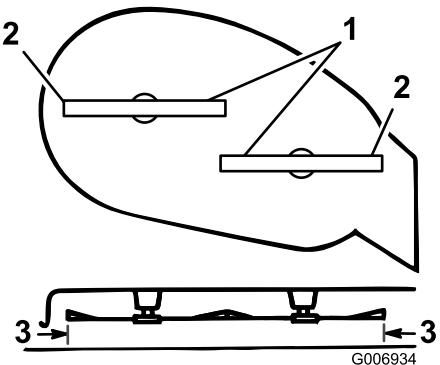

Figura 35
- Gire cuidadosamente las cuchillas colocándolas perpendicularmente al sentido de avance de la máquina (Figura 35).
- Mida entre los bordes de corte exteriores y la superficie plana (Figura 35). Si hay una diferencia de más de 5 mm entre ambas dimensiones, ajústelas y continúe con este procedimiento.